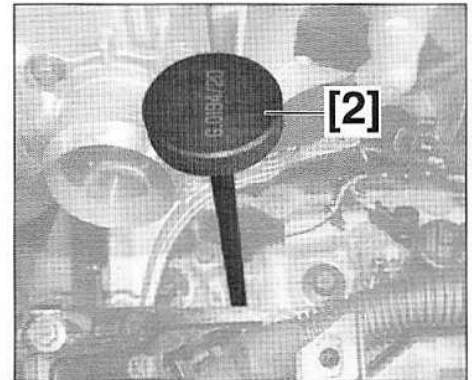

FIG.49
- Mettre en place l'outil [2] (Fig.49).